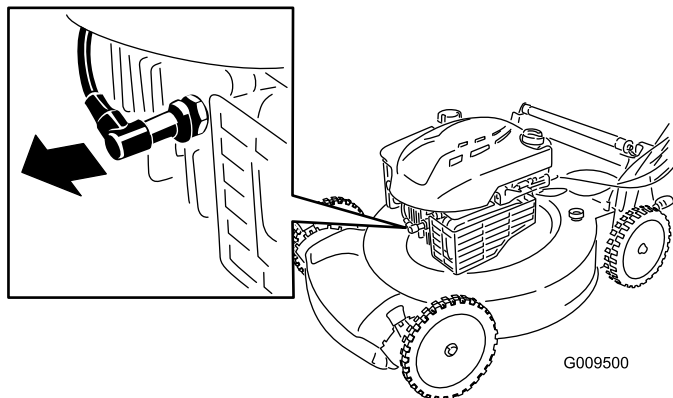

Рисунок 21
2. Отсоедините провод от свечи зажигания (Рисунок 21), прежде чем выполнять любые процедуры технического обслуживания.